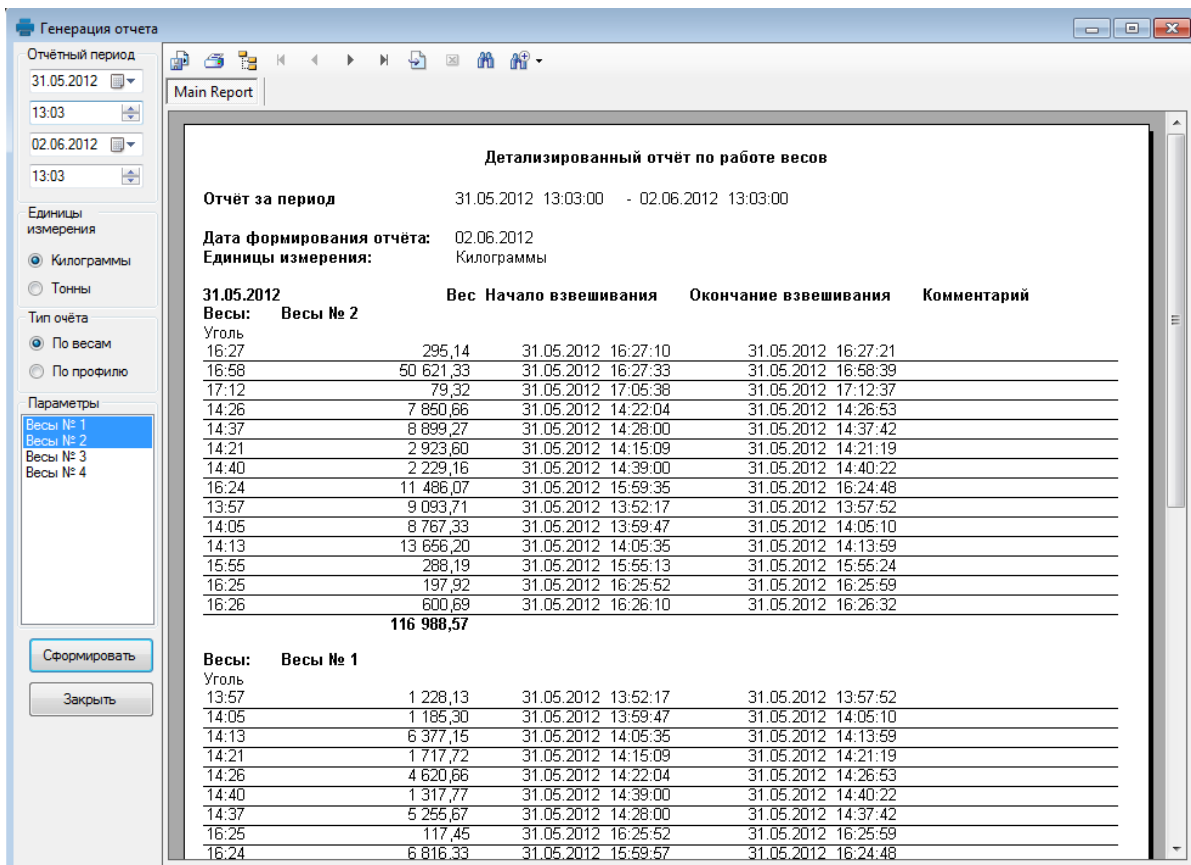

Рисунок 4.5 Формирование отчета
4.3.2 В открывшемся окне отчетов выберите начало и конец периода, за который требуется составить отчет, выберите единицы измерения, выберите весы, по которым будет составляться отчет и нажмите кнопку <СФОРМИРОВАТЬ>. Откроется окно с отчетом, как приведено на Рис. 4.5.